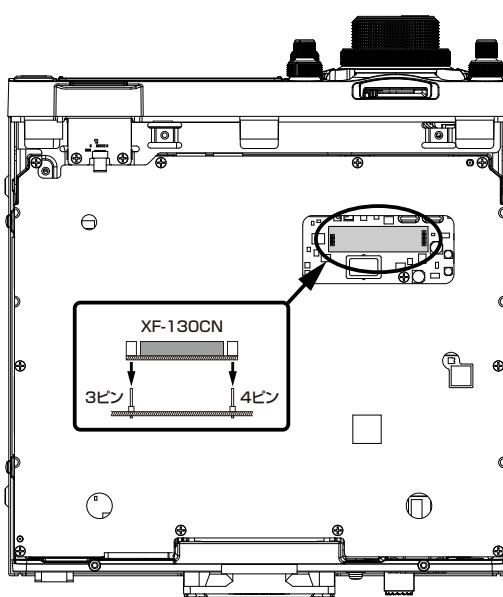

図 2
- 図 2 で示す基板に、直接 XF-130CN を挿し込みます。